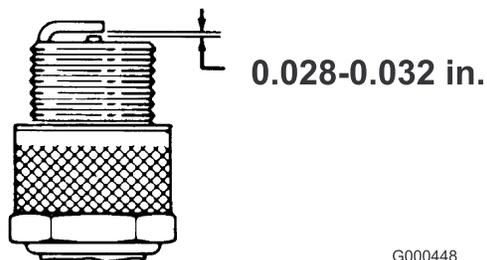

Figure 30
3. Réglez l'écartement des électrodes à 0,7–0,8 mm (Figure 30). La bougie installée doit avoir l'écartement correct et être fermement serrée à 23 Nm. 23 Nm